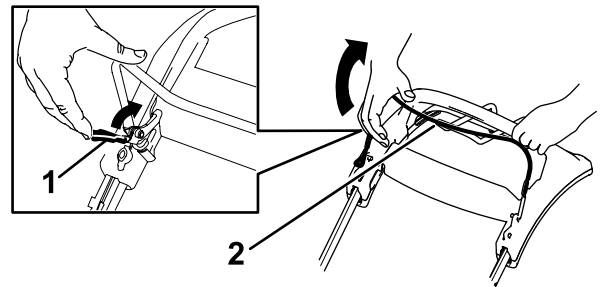

Figure 20
1. Ramenez le dispositif de verrouillage de la barre de commande des lames vers la barre de commande des lames (Figure 20).
2. Serrez **lentement** la barre de commande des lames contre la poignée (Figure 20).